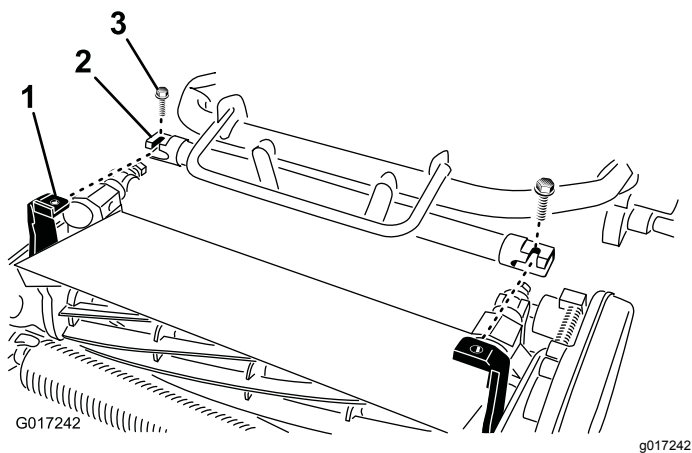

Figura 8
4. Spostate il telaio del trattorino (Figura 8) in avanti fin quando si innesta sui bracci girevoli dell'apparato di taglio.
5. Fissate il telaio del trattorino ai bracci girevoli dell'apparato di taglio con 2 bulloni ($\frac{3}{8}$ " x $\frac{3}{4}$ ") (Figura 8).